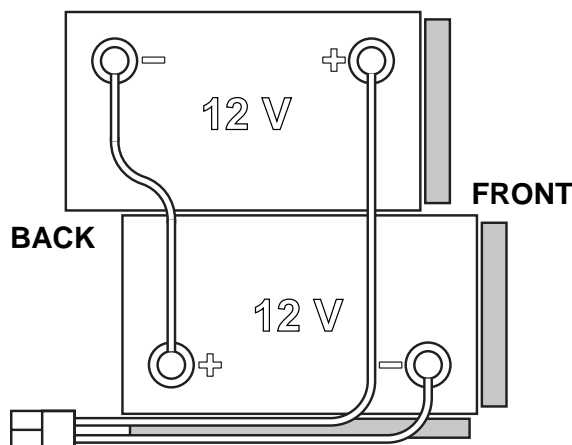

Figura 1
Utilajul funcționează cu 2 baterii de 12 V, conectate conform schemei prezentate în Figura 1.
1. Scoateți cheia de operare (41).
2. Debransați conectorul bateriei (9).
3. Ridicați capacul (34) și verificați dacă rezervorul de recuperare (33) este gol, în caz contrar goliți-l cu ajutorul furtunului de scurgere (12).
4. Închideți capacul (19).
5. Apucați de mânerul (16) și ridicați cu atenție rezervorul (33).
7. Poziționați și instalați cablul bateriei în modul indicat în Figura 1, apoi strângeți cu atenție piulița pe fiecare bornă de baterie.
8. Amplasați capacul de protecție pe fiecare bornă, apoi conectați conectorul bateriei (9).
9. Apucați de mânerul (16) și coborâți cu atenție rezervorul (33).